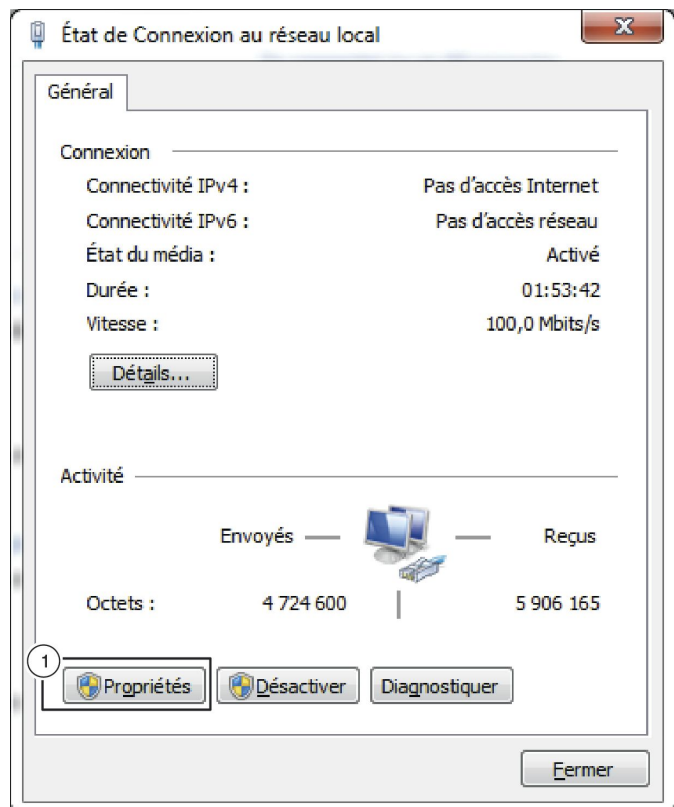

Fig. 55 : Statut de la connexion au réseau local
5. ▶ Sélectionner « Propriétés » (Fig. 55 /1).